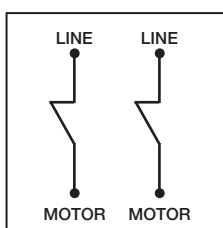
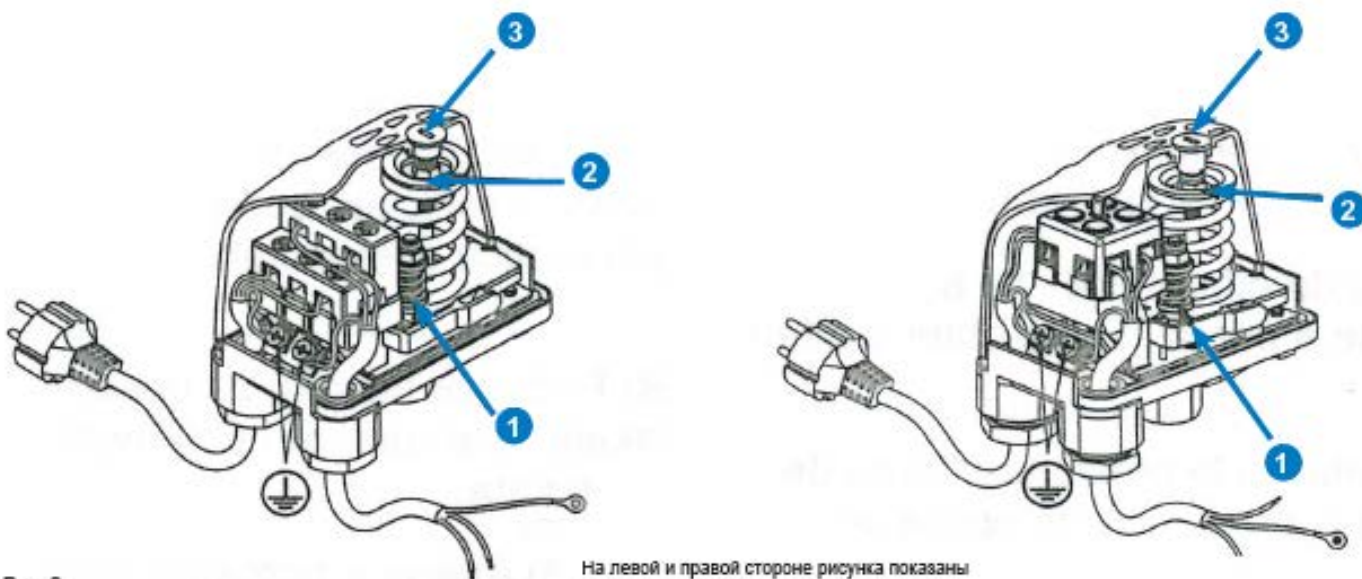

Рис. 1
Рис. 2
Снимите крышку корпуса реле, ослабив винт 3 (рис.2). Подключения к электросети и насосу осуществляется в соответствии со схемой (рис. 1). Подключение к электросети осуществляется через клеммы LINE, подключения к насосу через клеммы MOTOR.
- Для изменения установки пределов давления необходимо сначала снять крышку корпуса реле, ослабив винт 3 (рис. 2).